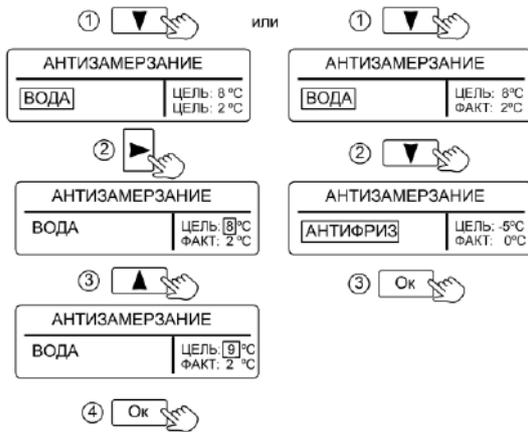

Рисунок 6. Настройка режима «АНТИЗАМЕРЗАНИЕ»
10.1.1 При выборе в качестве теплоносителя «ВОДА» (см. рис. 6), нагрев теплоносителя производится на два градуса выше заданной величины.
Имеется возможность настройки температуры теплоносителя (см. рис. 6).